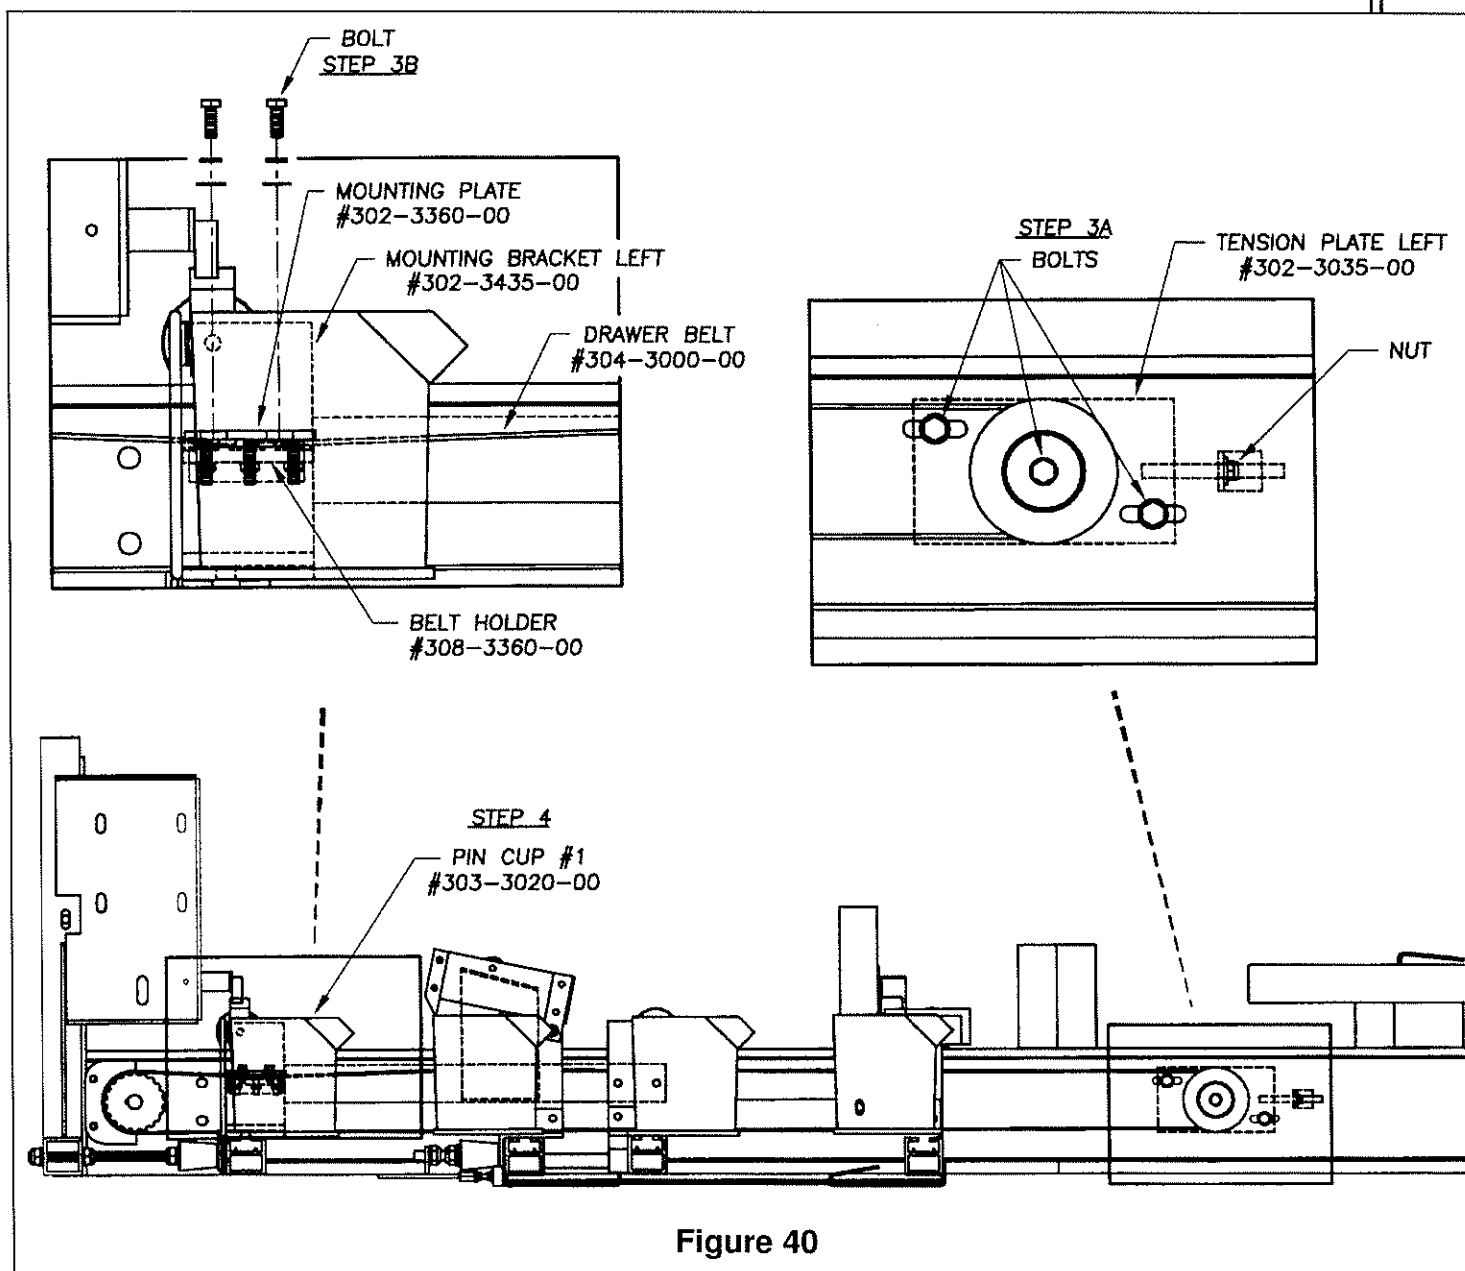

Figure 40
3. Enlevez la tension de la courroie du tiroir: desserrez les quatre boulons qui tiennent les "tension plates" de gauche (302-3035-00) et de droite (302-3030-00) en place ainsi que les deux écrous tel qu'illustré à la Figure 40. Enlevez les deux boulons qui tiennent la "mounting plate" (302-3360-00) en place tel qu'illustré à la Figure 40. N'enlevez pas la "mounting plate" car la courroie du tiroir serait ainsi séparée.
Placez le testeur de tension de courroie (Z-ME4300) perpendiculaire à la longueur de la courroie et appliquez une force de 5lb (2.25kg) sur le piston. Mesurez l'enfoncement et comparez-le au Tableau 4 de la page 72. Si l'enfoncement est plus grand, vous devez resserrer la courroie et si elle est moins grande, vous devez desserrer la courroie. Desserrez ensuite la "tension plate" de gauche (302-3035-00) et/ou de droite (302-3030-00) puis utilisez l'écrou pour augmenter ou réduire la tension. (Figure 40)